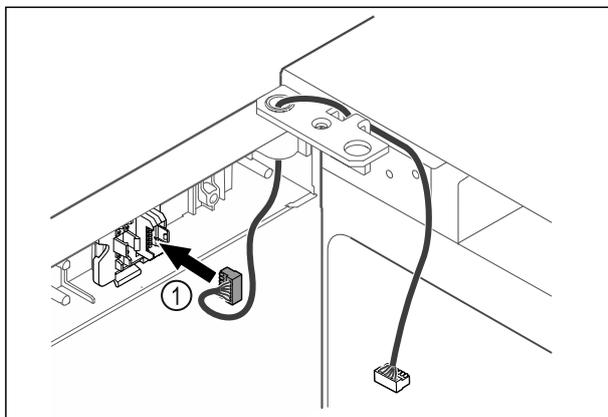

Fig. 42
- Stecker Fig. 42 (1) in Steckerhalterung einstecken.